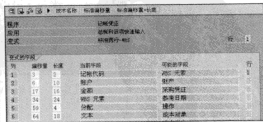

图 5-46 编辑“总账科目项快速输入”变式
STEP 2 选择“变式”中的某一行，双击即可进入变式的属性字段编辑界面，如图 5-46 所示。在此界面中，可以对变式的字段进行增加、删除操作，同时也可以对字段属性进行编辑，例如编辑“偏移量”、字段“长度”等。